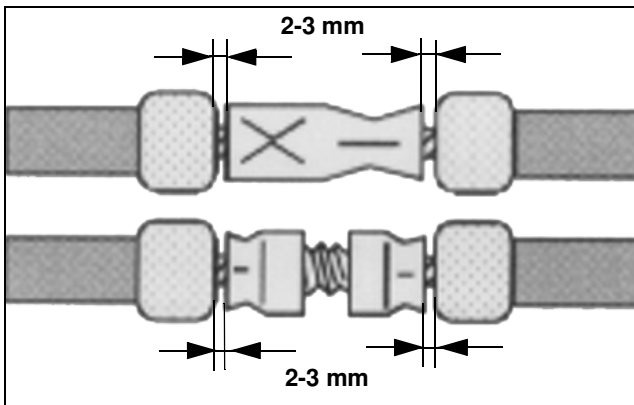

Bild 4.11 Raum für Seil-Biegsamkeit im Seil-Verbinder-Bereich
- Schieben Sie die Seilverbinder bündig an den Gummi auf die Seilenden (min. 15 mm, vergleiche mit Bild 4.11).
Seilverbinder (Hülsen) nicht direkt an die Perle schieben (2-3 mm Stahlseil auf jeder Seite freilassen, Bild 4.11)!